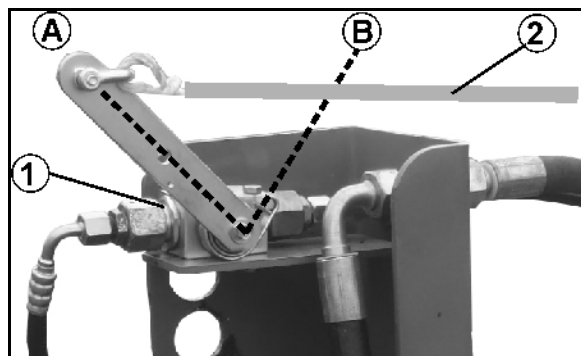

Bild 11
- Ställ spärrventilen (Bild 11/1) så att den inte kan aktiveras oavsiktligt från traktorn med linan (Bild 11/2).